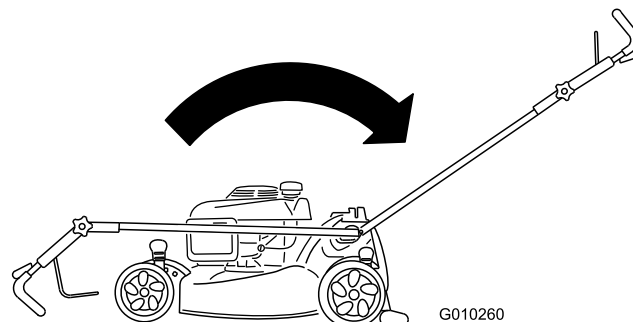

Figure 53
2. Amenez le guidon à la position verticale (Figure 53).